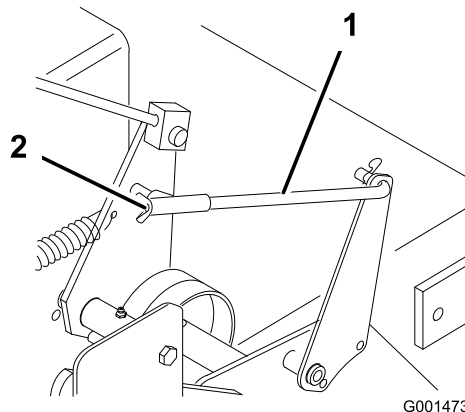

Figure 39
5. Pour régler le frein, tournez les écrous à oreilles sur les tiges de frein (Figure 39).